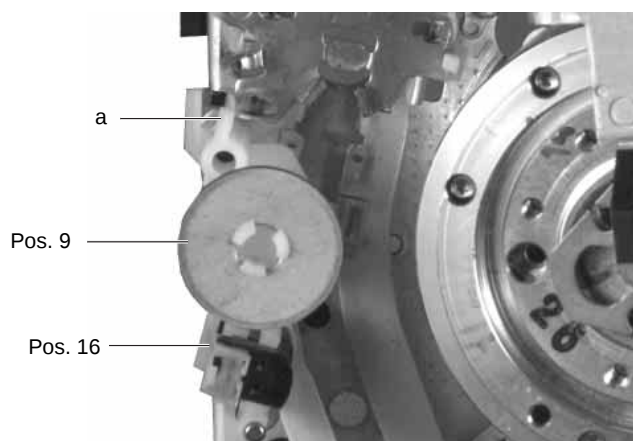

Fig. 21
- Befestigungshaken der Feder (a) lösen und Beruhigungsrolleneinheit (Pos. 9) nach oben herausziehen (Fig. 21).
- Löschkopf senkrecht nach oben herausziehen (Fig. 21). Hinweis zum Einbau: Die Löschkopfseinheit muß beim Einbau gerastet sein.
- Loosen the fastening hook of the spring (a) and raise the damping roller (Pos. 9) to remove it (Fig. 21).
- Remove the erase head assembly in vertical direction (Fig. 21). Note: The erase head assembly must be locked in when refitting it.